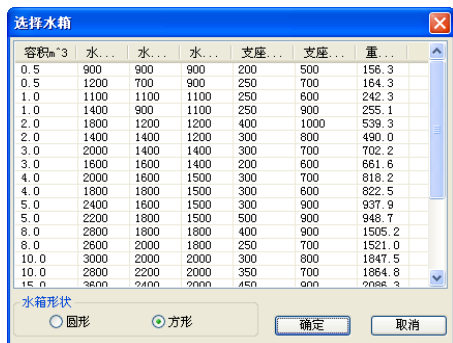

图 4-4 【选择水箱】对话框
- “标准水箱”按钮：单击该按钮，系统弹出如图 4-4 所示的【选择水箱】对话框。在其中点取任意一标准水箱型号的尺寸，数据即可导入到“水箱参数”选项组中。